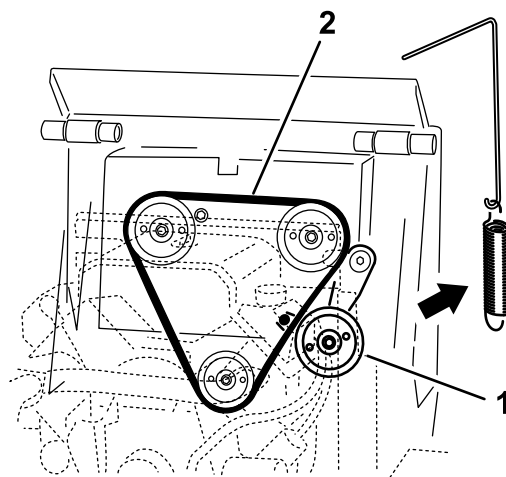

**Figura 52**
4. Collegate il gancio sullo strumento di rimozione molle al gancio sulla molla della puleggia tendicinghia e scollegate la molla dal perno, come illustrato nella Figura 52.